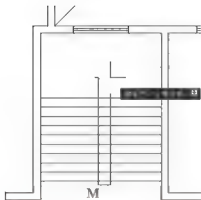

图 2.116 绘制矩形的左下角点
(2) 单击【绘图】工具栏上的【矩形】图标  或在命令行输入“REC”并按 Enter 键, 启动【矩形】命令。
① 在指定第一个角点或 [倒角 (C)/ 标高 (E)/ 圆角 (F)/ 厚度 (T)/ 宽度 (W)]: 提示下, 输入“@-80, -110”后按 Enter 键。“@-80, -110”表示把矩形的左下角点绘制在刚才定义的相对坐标基本点偏左 80、偏下 110 处, 如图 2.116 所示。